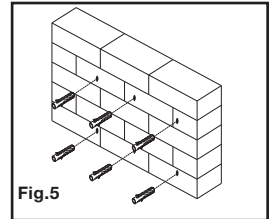

Fig.5
- Retire la plantilla de la pared e inserte un ancla de concreto (C) en cada orificio de manera que esté al ras con la superficie de concreto (ver Fig. 5). Se puede usar un martillo para golpear ligeramente las anclas en su lugar si es necesario.